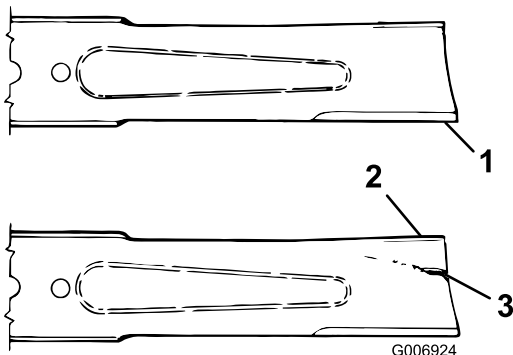

Figura 102
3. Examinei cu atenie capetele de tăiere ale lamei, în special acolo unde se întâlnesc pările plate i curbate ale lamei (Figura 102).
4. Dacă se constată semne de uzură (Figura 102), înlocuii lama; consultați Întreținerea suprafeei lamei (Pagină 68).
Dacă lama este lăsată să se uzeze, se va forma o fantă între suprafaa velică i partea plată a lamei (Figura 102). În cele din urmă, o bucată de lamă se poate rupe i ar putea fi aruncată de sub carcasă, ceea ce poate duce la rănierea dumneavoastră gravă sau a celor din jur.